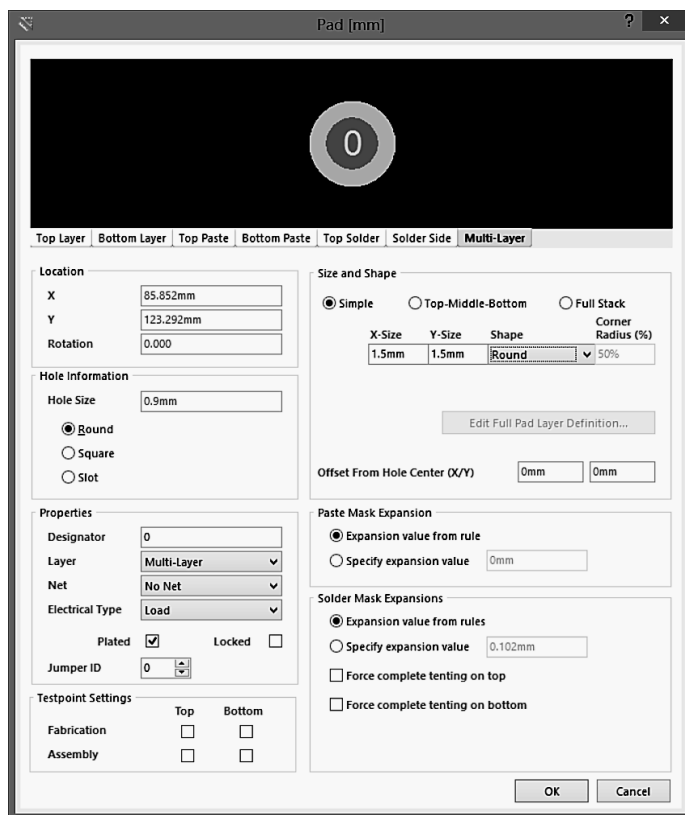

图 8-1-4 Pad 对话框
- (1) 单击 Wiring 工具栏中的放置焊盘按钮 ，或执行菜单命令 Place→Pad，启动放置焊盘命令。
- (2) 按【Tab】键，打开如图 8-1-4 所示的 Pad 对话框。